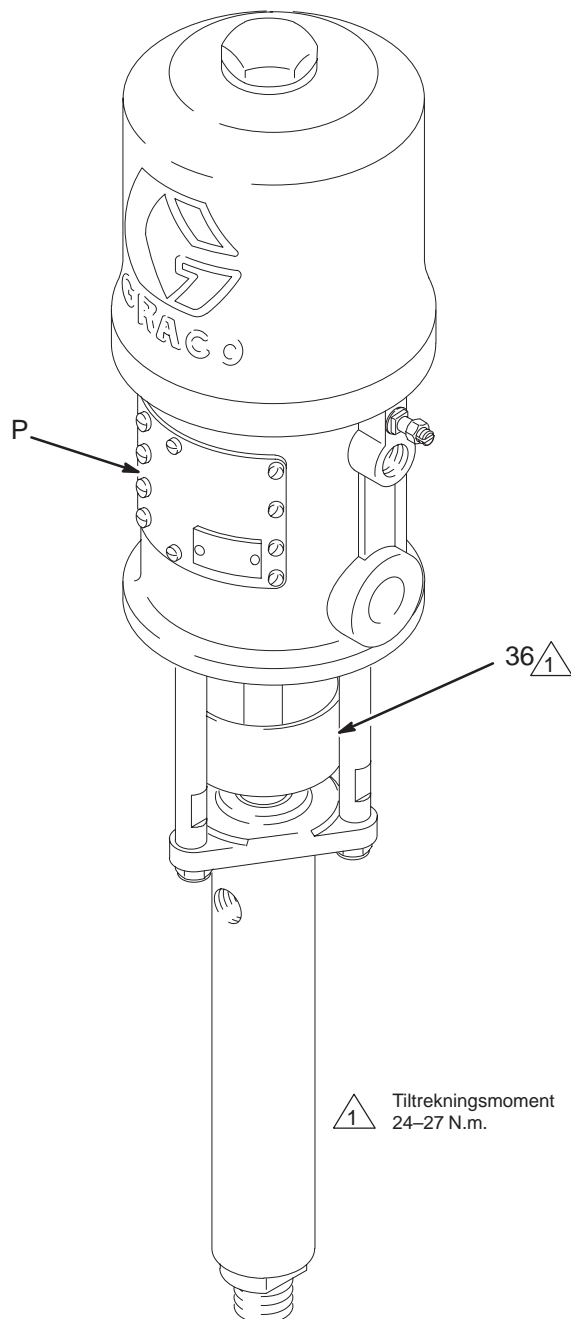

Fig. 3
Ikke kjør uten luftmotorplater (P, Fig. 3) montert på plass. Klemming eller avkutting av fingre eller hendene kan være resultatet. Se **FARE FORÅRSAKET AV BEVEGELIGE DELER** på side 3.
Pakkmutteren/smørekoppen (36) må til enhver tid være fylt med Graco Throat Seal Liquid (TSL) (pakkmutterolje) eller et kjemisk forenlig løsningsmiddel for å beskytte pakningene mot slitasje. Se Fig. 3.